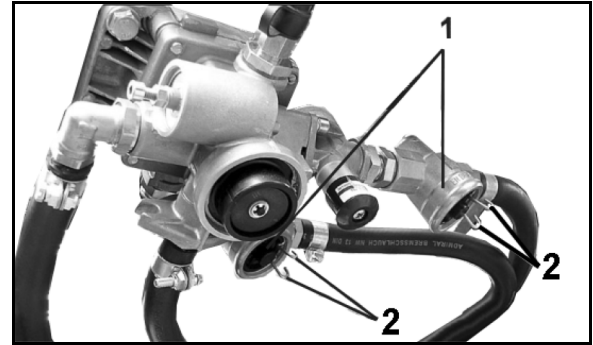

図 84
2 個のラインフィルター ( 図 84/1 ) は三ヶ月ごとに ( 困難な条件で使用する場合にはより頻繁に ) 清掃してください。このために:
1. 両側のブラケット ( 図 84/2 ) を押し込み、ロック部品と一緒に O リング、圧カスプリング、およびフィルターインサートを取り外します。